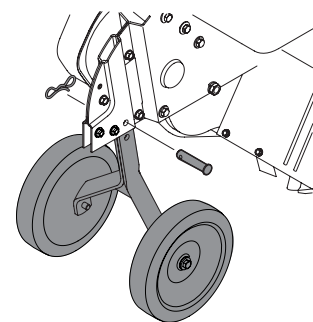

Figure 3
1. Retirez l'axe de chape et la goupille fendue restants du sac contenant le manuel et installez la roue dans le support du boîtier d'engrenages comme illustré à la Figure 3.